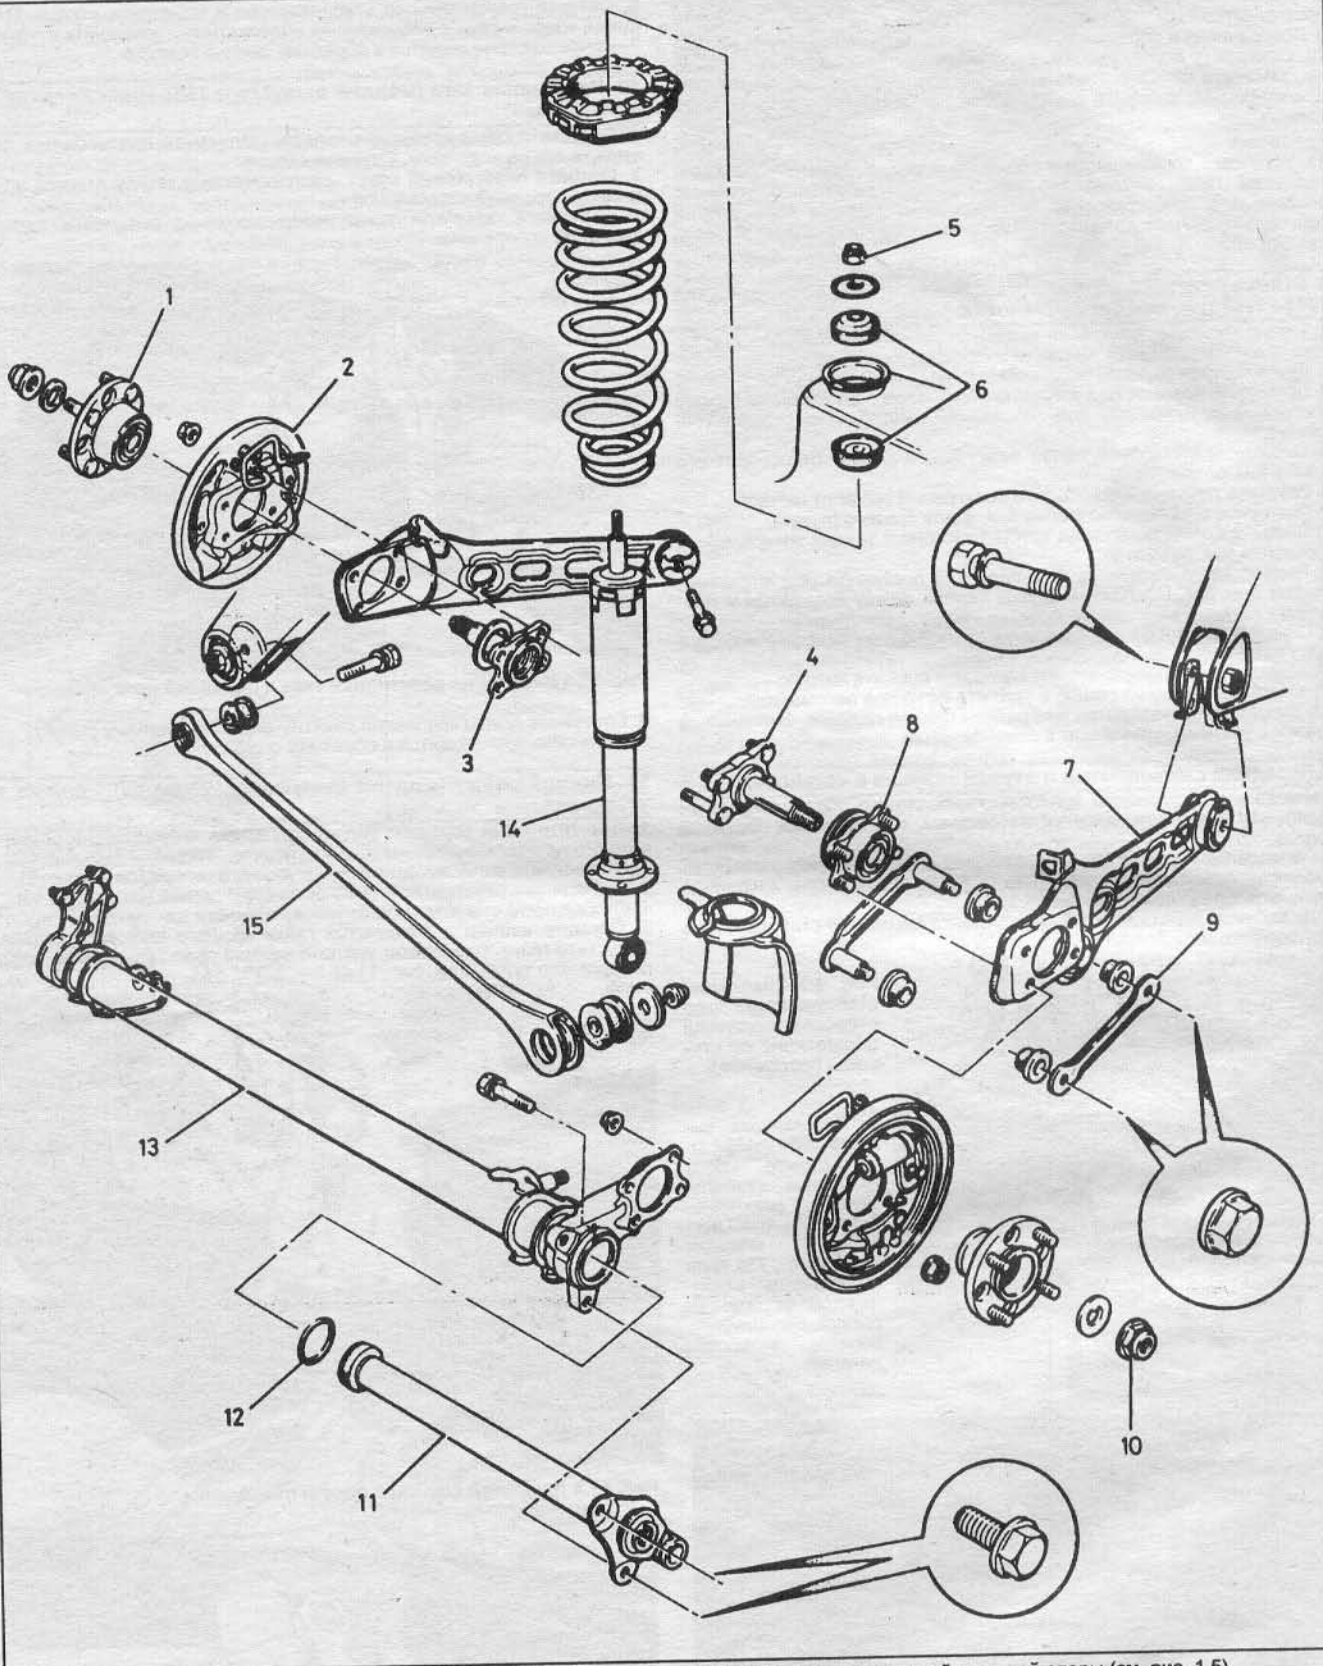

Рис. 14.4 Сборка задней подвески (модели 1984 - 1987 гг.).
3. Расконтрите гайку крепления ступицы, отверните ее и снимите упорную шайбу (см. рис. 14.4).
4. Снимите опорный диск тормозного барабана (см. рис. 14.4).
6. Снимите болт крепления направляющего рычага к раме и демонтируйте рычаг (см. рис. 14.4).
4. Снимите ступицу левого колеса (см. раздел 15) и демонтируйте опорный диск тормозного барабана, направляющий рычаг и цапфу (см. рис. 14.4).
4. С правой стороны отверните крепление управляющего рычага к стабилизатору (см. рис. 14.4, 18.5).